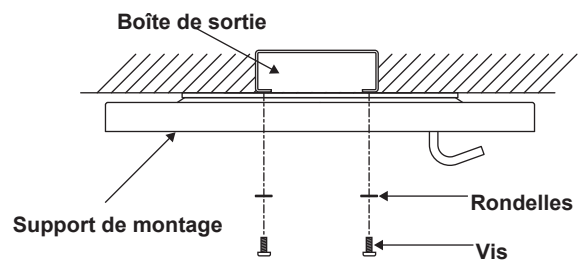

Figure 8
Étape 2. Fixez le support de montage à la boîte de sortie à l'aide des deux vis et des rondelles fournies avec la boîte de sortie. Pour optimiser les performances, assurez-vous que le support de montage est de niveau et solidement fixé contre le plafond. Vous aurez peut-être à insérer des rondelles supplémentaires (non fournies) entre la boîte de sortie et le support de montage pour le mettre à niveau. (Fig. 8).